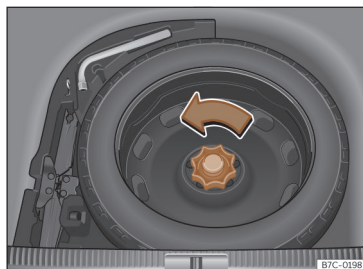

Fig. 205 Dans le coffre à bagages : plancher de chargement soulevé.
- Tournez la molette dans le sens inverse des aiguilles d'une montre >>> fig. 205.